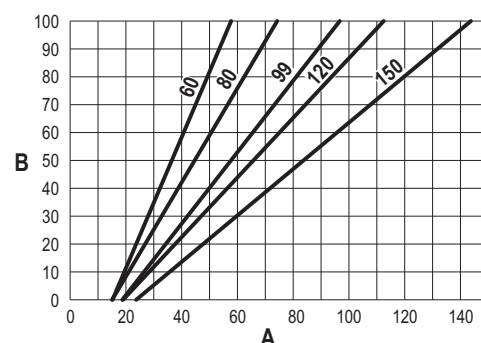

fig. 75
- Pulse las **teclas contextuales 1 y 2** para aumentar o disminuir la capacidad térmica (mínima = 00 - máxima = 100). Vea el diagrama "Regulación de la capacidad térmica" (fig. 75).